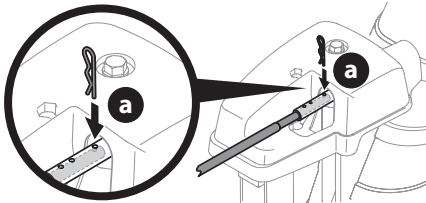

Figure 72
1. Retirez la goupille fendue (a) d'un des deux trous les plus éloignés de la tête de commande de la goulotte. Voir Figure 72.
2. Insérez la tige de commande de la goulotte jusqu'à ce que le trou de la tige s'aligne avec le troisième trou du raccord. Voir Figure 72.
3. Remplacez la goupille fendue (a) dans ce trou et dans la tige de commande de la goulotte. Voir Figure 72.